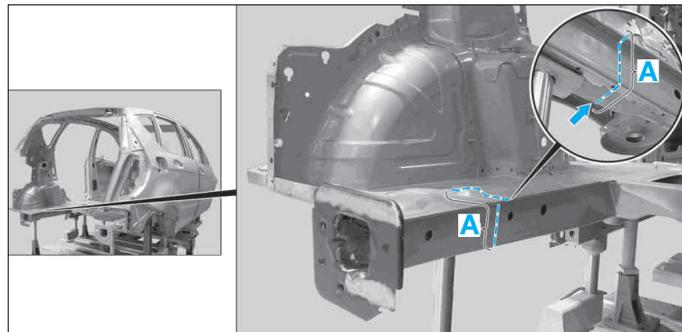

FIG. 131
- Tracer les lignes de coupe, zone (A) (Fig.131).